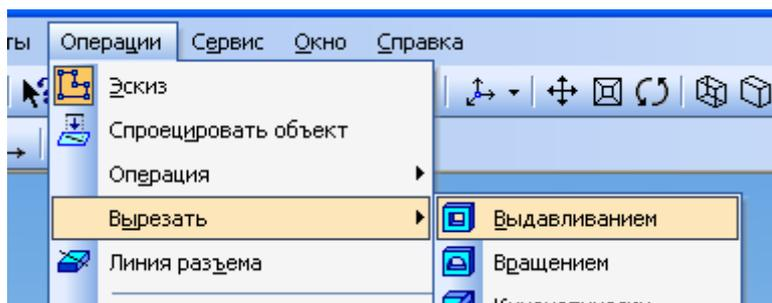

Рис. 18
16. Построения завершаете также в «режиме редактирования эскиза». Нажимаете **Операции** -> **Вырезать** -> **Выдавливанием** (рис. 18).